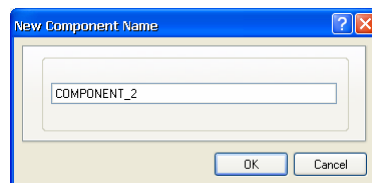

図 29 新規コンポーネントの名称を入力
1. 回路図ライブラリ・エディタで、**Tools** » **New Component** [ショートカット **T, C**] を選択します。 *New Component Name* ダイアログが表示されます(図 29)。